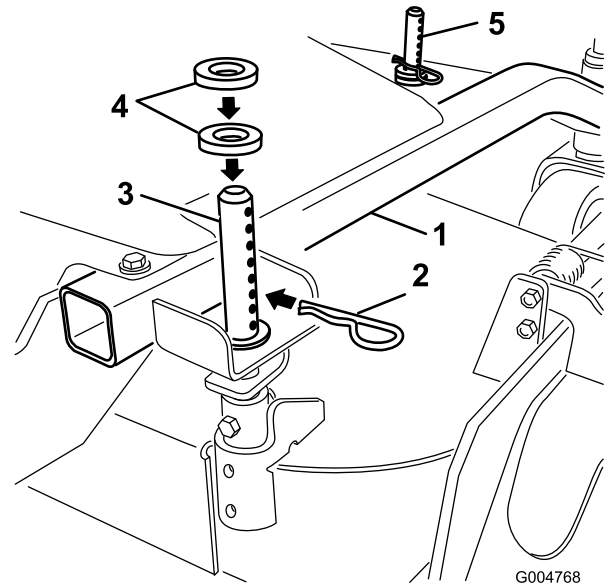

Figura 12
1. Seleccione el taladro en el pilar de ajuste de altura de corte y la cantidad de espaciadores correspondiente a la altura de corte deseada (Figura 12).
2. Con la ayuda del manillar de elevación, levante el lateral de la plataforma y retire el pasador de horquilla (Figura 12).
3. Agregue espaciadores o quítelos de ser necesario y luego alinee los taladros e introduzca el pasador de horquilla (Figura 12).